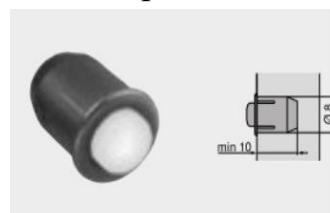

Рис. 26
- В случае недостаточной мягкости закрывания фасада, необходимо установить врезные амортизаторы (Рис. 26). Для этого просверлить с тыльной стороны фасада отверстия $\varnothing 8$ мм. Место сверления и необходимое количество определяется по месту.